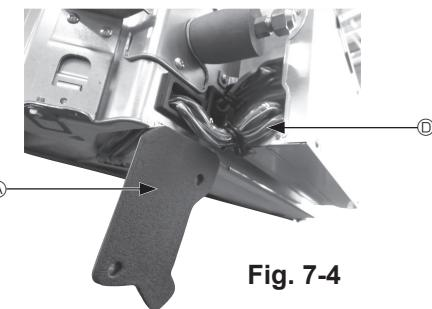

Fig. 7-4
① Fjern de to skruene som fester ledningsdekset på hovedenheten, og åpne dekselet.
② Legg ledningene for i-see-Sensoren og signalmottakeren gjennom ledningsinnføringene i el-komponentboksen som vist i diagrammet og rundt gjennomføringene på siden av hovedenheten. (Fig. 7-4)